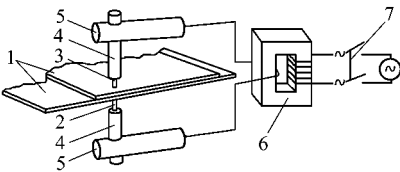

图 8 - 55 点焊过程示意图
(3) 点焊的过程 如图 8 - 55 所示。焊件 1 在电极 2 和 3 之间夹紧,电流由变压器 6 通过支臂 5 和夹头 4 传到电极 2 与 3 以及焊件上。点焊机的下电极 2 一般是固定的,而上电极 3 受到顶压机构的作用向下移动,紧压焊件。